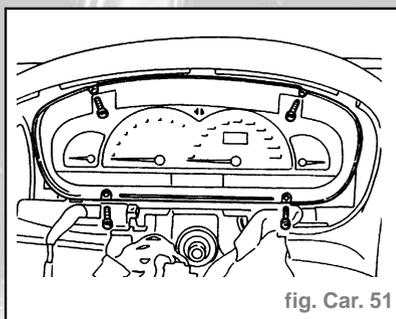

fig. Car. 51
- Dévisser les vis de fixation indiquées, débrancher les connecteurs situés sur le rétro du combiné de bord, ensuite le retirer du tableau de bord porte-instruments (fig. Car. 51).